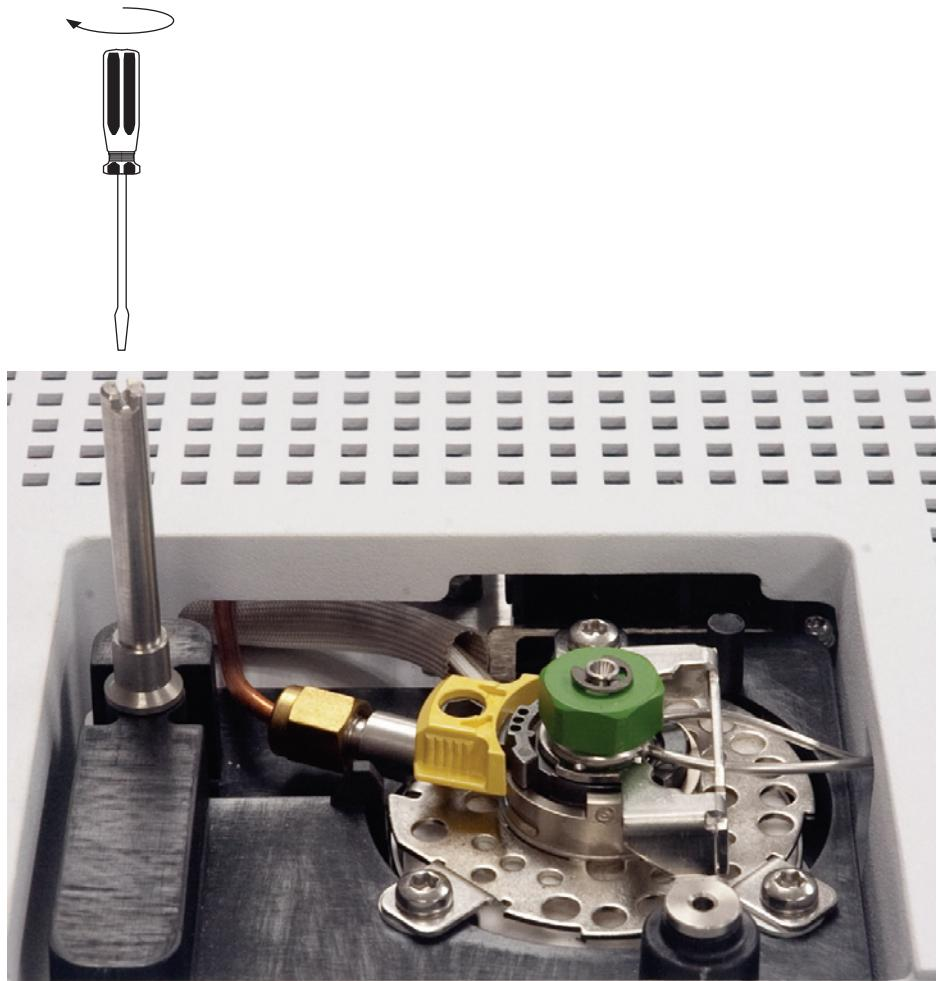

図 18 取り付けポストの装着 (5975T LTM-GC/MSD)
- **5975T LTM-GC/MSD。** 注入口取り付けブラケットを装着します。ポストを最後まで回しきる必要があります (図 18 を参照)。